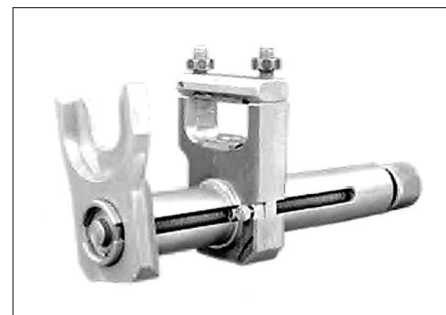

FIG. 19
- Outil de dépose repose du silentbloc arrière de triangle (réf : 31 5 140) (Fig.19) muni d'adaptateurs (réf 31 5 142 et 31 5 144).
La dépose repose du triangle de suspension impose l'utilisation de l'outil spécifique 31 5 140 muni des adaptateurs 31 5 142 et 31 5 144 (Fig.19).